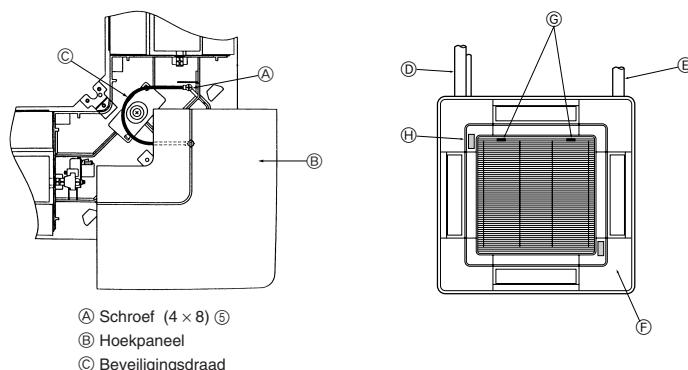

Fig. 5-10
5.7. Het inlaatrooster monteren (Fig. 5-10)